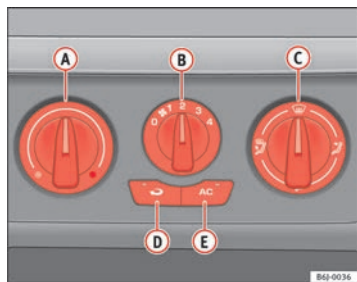

Fig. 87 Sulla plancia portastrumenti: i comandi del riscaldamento
- Ruotare verso sinistra la manopola di regolazione della temperatura ⇒ fig. 87 **A**.
- Ruotare verso destra la manopola di regolazione della temperatura ⇒ fig. 87 **A** portandola sul livello desiderato.
- Ruotare verso destra la manopola di regolazione della temperatura ⇒ fig. 87 **A** portandola sul livello di riscaldamento massimo.
- Chiudere la bocchetta ③.
- Aprire e orientare la bocchetta ④ verso i finestrini laterali
- Girare la manopola della temperatura ⇒ pag. 124, fig. 87 ①
- Ruotare la manopola di regolazione della ventola ② posizionandola sul livello 2 o 3.
- Chiudere le bocchette ③.
- Aprire e orientare le bocchette ④ verso i finestrini laterali.